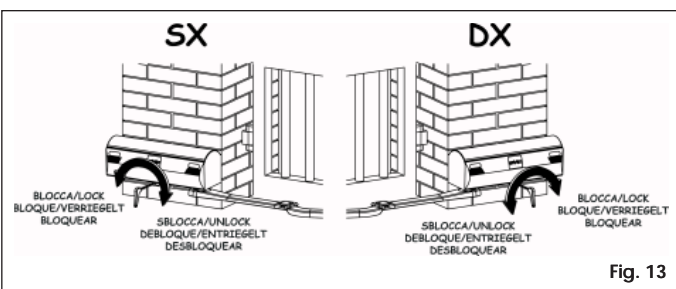

Fig. 13
- Inserire la chiave a brugola in dotazione e ruotare di circa mezzo giro fino all'arresto nel senso indicato in Fig. 13 in relazione al tipo di montaggio.